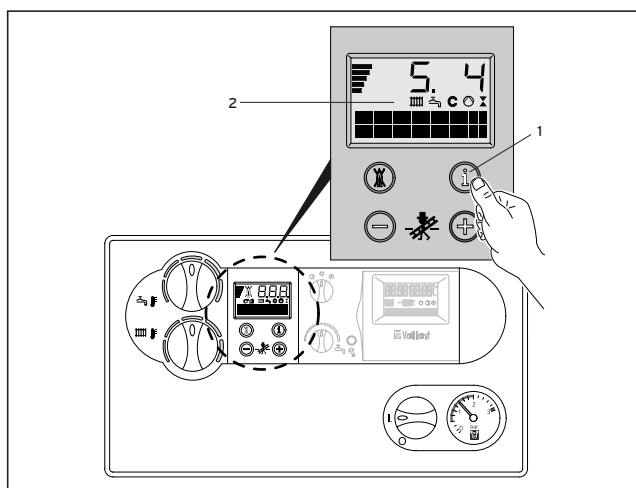

Abb. 3.9 Statusanzeigen
3.5 Statusanzeigen (Abb. 3.9) (Für Wartungs- und Servicearbeiten durch den Fachhandwerker)
- Die Statusanzeigen werden durch Betätigen der Taste „i“ (1) aktiviert.